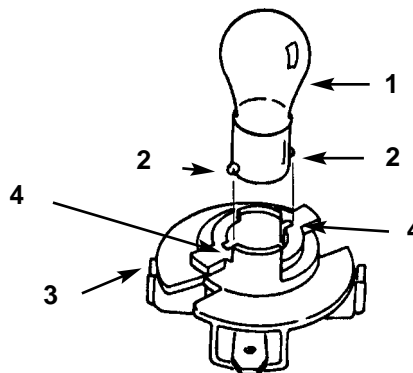

Figure 36
4. Appuyer sur l'ampoule et la tourner dans le sens anti-horaire jusqu'à ce qu'elle s'arrête (approx. $\frac{1}{4}$ de tour) et la déposer du porte-ampoule (Fig. 36).
1. La base de l'ampoule est munie d'ergots métalliques. Aligner les ergots avec les encoches du porte-ampoule et installer la base dans le porte-ampoule (Fig. 36). Pousser sur l'ampoule et la tourner dans le sens horaire jusqu'à ce qu'elle s'arrête.
3. Déposer la panneaux latéraux pour avoir plus de place au moment de la dépose de la batterie (Fig. 36). Enlever les écrous papillons et les vis, puis soulever pour dégager la goupille et ôter les languettes du panneau de la console de direction.